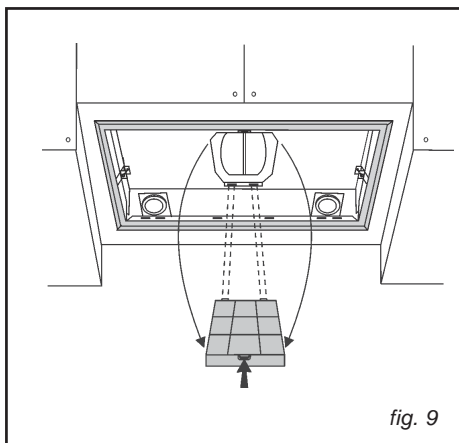

fig. 9
• **Démontage du filtre à charbon (fig. 9)**
Puis, enlevez le filtre à charbon, en appuyant sur l'arrêt vers l'intérieur et en le faisant pivoter jusqu'à ce que les deux languettes sortent de leurs logements (Fig. 9).